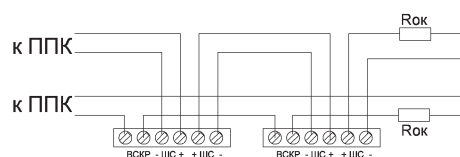

Рис. 3. Схема подключения нескольких извещателей в ШС
- допускается параллельное подключение нескольких извещателей в ШС (рис. 3).